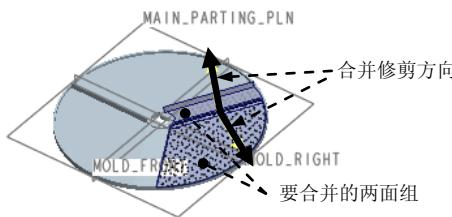

图 5.18 定义合并方向
- (1) 按住 Ctrl 键, 选取图 5.18 所示的两个面组。
- (2) 单击 **分型面** 操控板中 **编辑** ▾ **区域** 的 **合并** 按钮, 此时系统弹出“合并”操控板。
- (3) 定义合并修剪的方向, 调整合并方向, 如图 5.18 所示。
(4) 在“合并”操控板中单击 \checkmark 按钮。